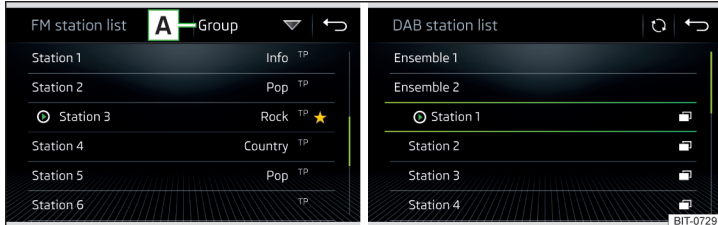

Abb. 180 Beispiel der Liste verfügbarer FM/DAB-Sender
- ▶ Zur **Sortierung** (FM) der Sender in alphabetischer Reihenfolge, laut Gruppe oder Genre, die Funktionsfläche [A] » Abb. 180 antippen » !.
- ▶ Zur **Filterung** der Sender nach dem Programmtyp (bspw. Kultur, Musik, Sport u. Ä.) in der FM-Senderliste (bei eingeschalteter RDS-Funktion) und der DAB-Senderliste (bei gewählter alphabetischer Sortierung der Senderliste) die Funktionsfläche [A] » Abb. 180 antippen.
- ▶ Zur **manuellen** Aktualisierung die Funktionsfläche ☰ » Abb. 180 antippen.